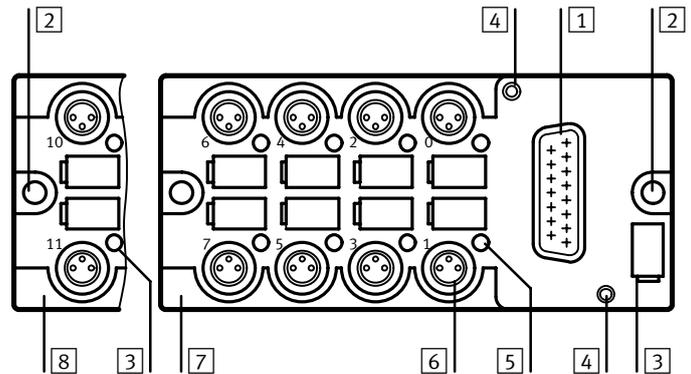

Bild 1
- Ziehen Sie die Befestigungsschrauben (siehe Bild 1) nur mit dem in den "Technische Daten" angegebenen Anziehdrehmoment an.